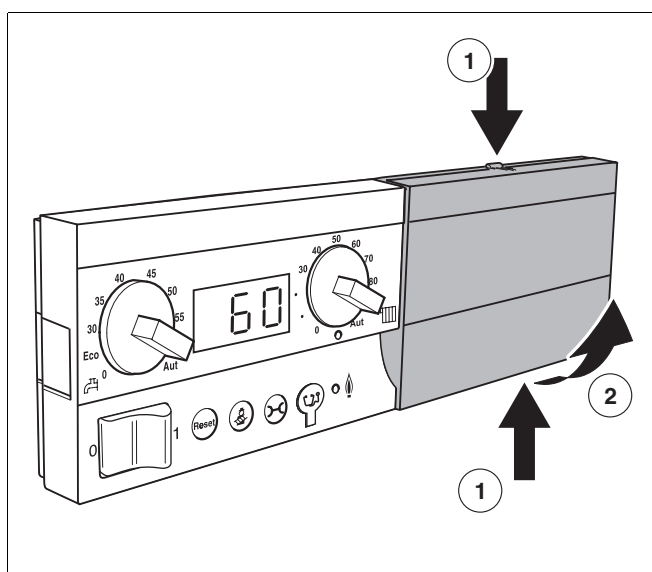

Abb. 1 Blende abnehmen
- Entriegelungslaschen an der Blende (Abb. 1, **Pos. 1**) oben und unten gleichzeitig drücken.
- Blende in Pfeilrichtung von der Grundplatte nehmen (Abb. 1, **Pos. 2**).